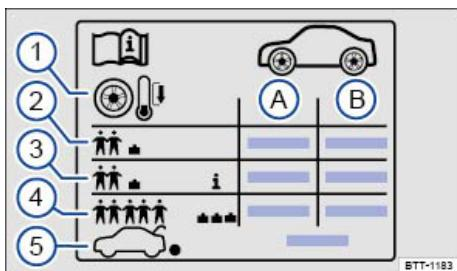

Abb. 270 Symbole auf dem Reifenfülldruckschild.
Angaben auf dem Reifenfülldruckschild ⇒ Abb. 270 :
Fahrzeugabhängig kann das Reifenfülldruckschild einen Komfort-Reifenfülldruck enthalten ⇒ Abb. 270 . Der Komfort-Reifenfülldruck erlaubt es, den Fahrkomfort zu erhöhen. Beim Fahren mit Komfort-Reifenfülldruck kann sich der Kraftstoffverbrauch erhöhen.
- Bei größerer Zuladung den Reifenfülldruck entsprechend anpassen ⇒ Abb. 270 .
Das **Reserverad** bzw. **Notrad** bekommt den höchsten Reifenfülldruck ⇒ Abb. 270 , der für das Fahrzeug vorgesehen ist.